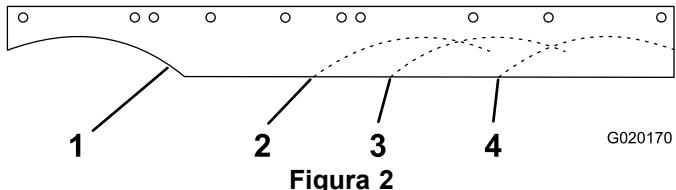

Figura 2
2. Localice el arco de corte que corresponde al tamaño de su carcasa. **Seleccione solamente un deflector** y recórtelo siguiendo el dibujo del arco correspondiente (Figura 2).